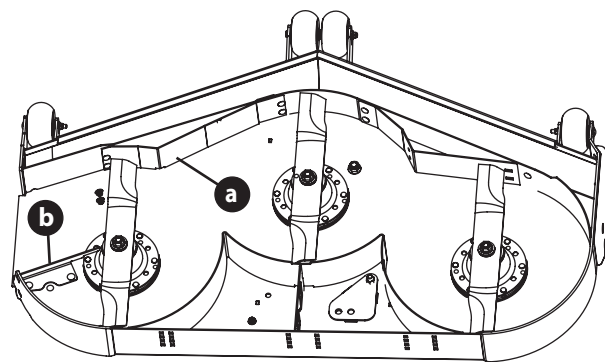

Fig. 17
***Déflexeur interne (uniquement pour les plateaux de coupe de 48, 54 et 60 pouces) :** le déflexeur interne (a) régule l'évacuation de l'herbe. Retirez le déflexeur interne pour l'herbe à haut volume et installez le déflexeur interne pour une coupe de précision (Fig. 17).
Déflexeur d'éjection : le déflexeur d'éjection (b) améliore le schéma d'éjection de l'herbe. Le déflexeur d'éjection réduit la formation de bottage et doit être enlevé pour le paillage (Fig. 17).